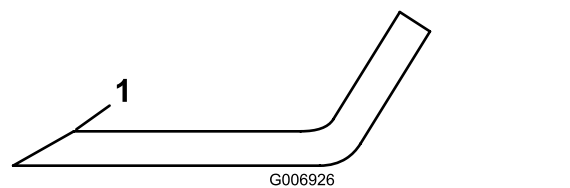

**図 73**
3. ブレードの切っ先を注意深く観察、特に、直線部と曲線部が交わる部分をよく観察する **図 73**。